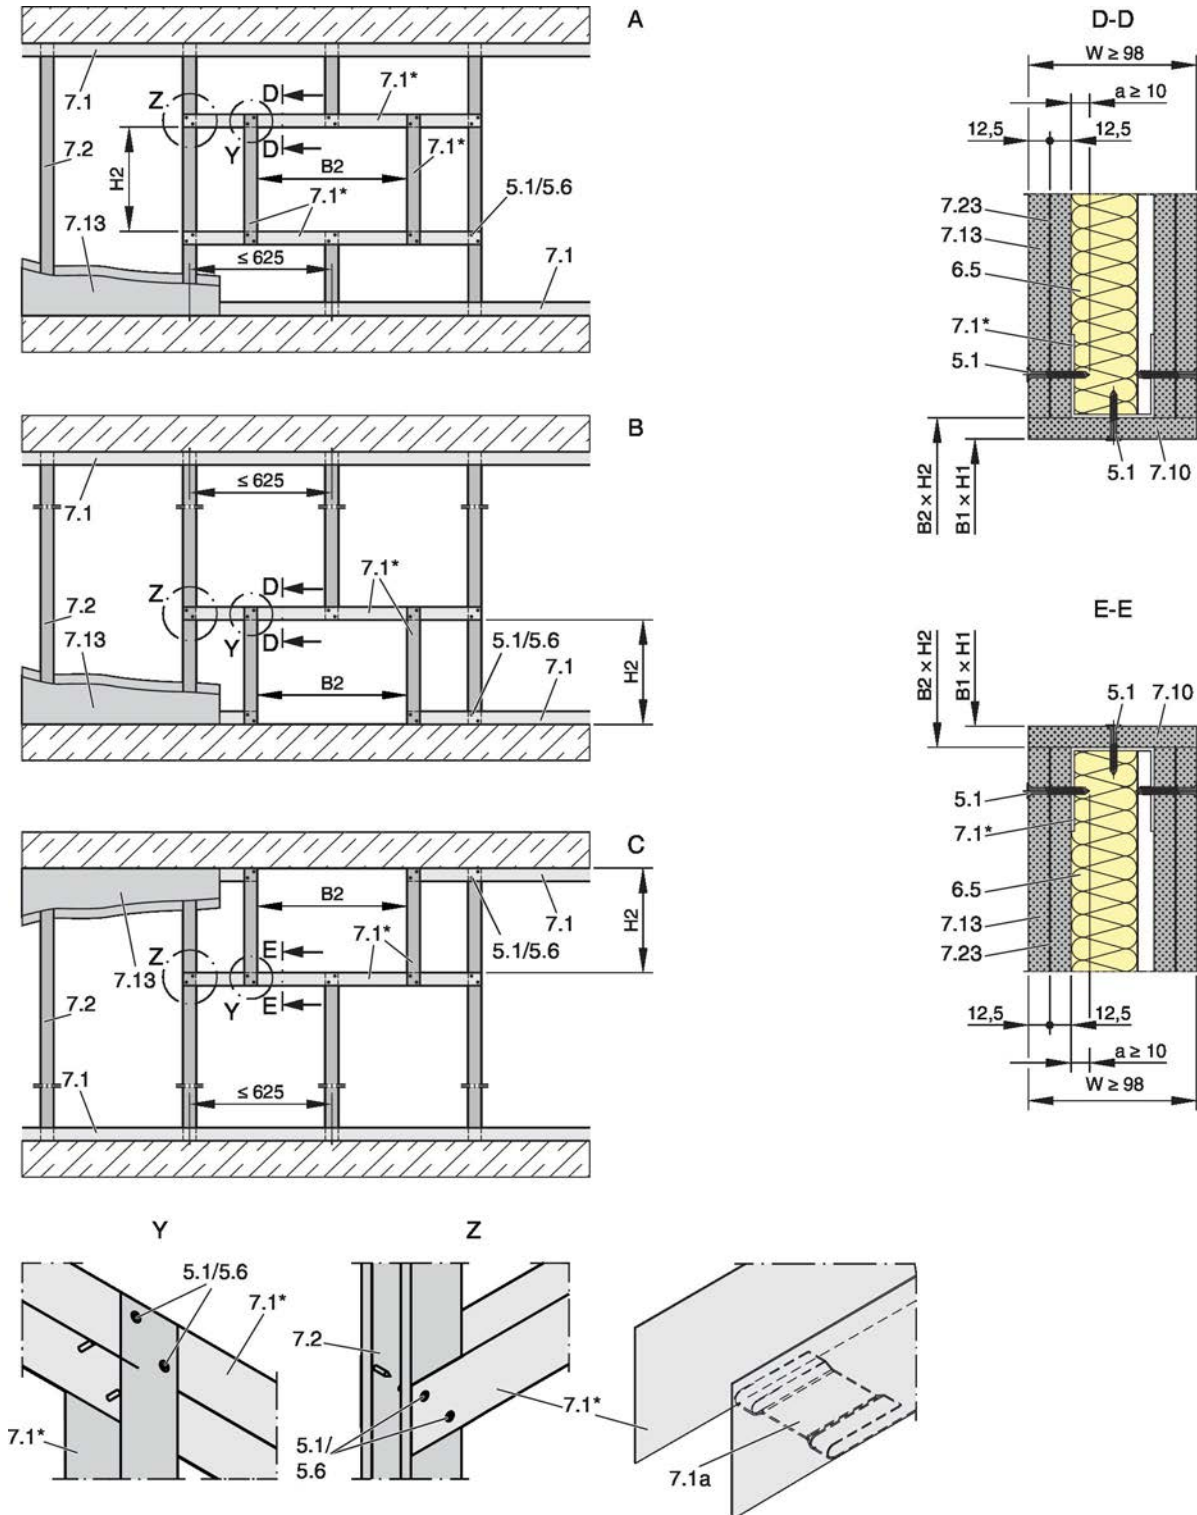

Abb. 25: Leichtbauwand mit Metallständer und beidseitiger Beplankung
- Einbauöffnung im Metallständerwerk mit Wechsel und Riegel herstellen, siehe Abb. 25.